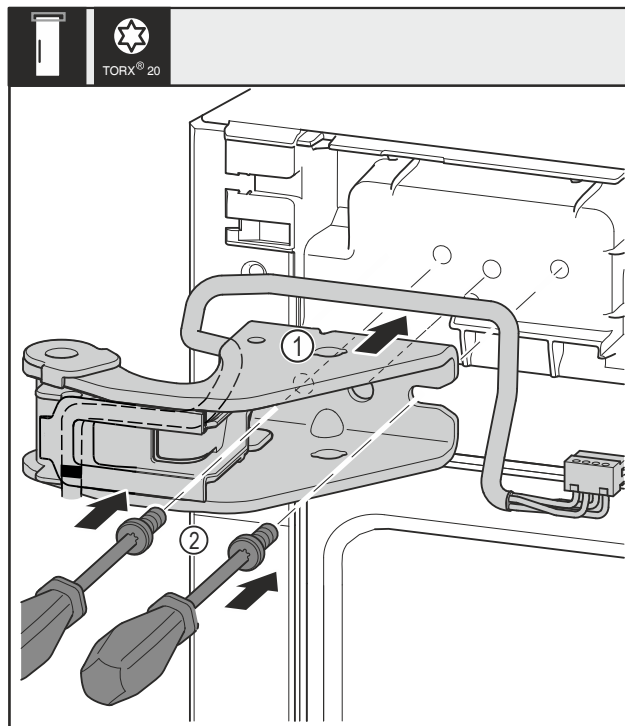

Fig. 31
- Coloque el soporte del cojinete superior Fig. 31 (1).
- Inserte y apriete los tornillos Fig. 31 (2) con un destornillador.